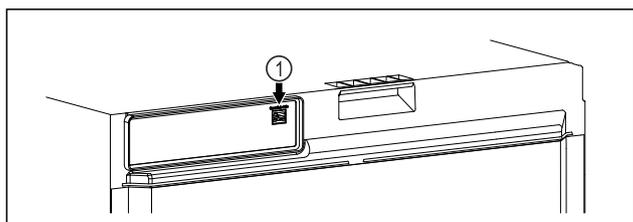

Fig. 142
- ▶ SmartModule Fig. 142 (1) è inserito.